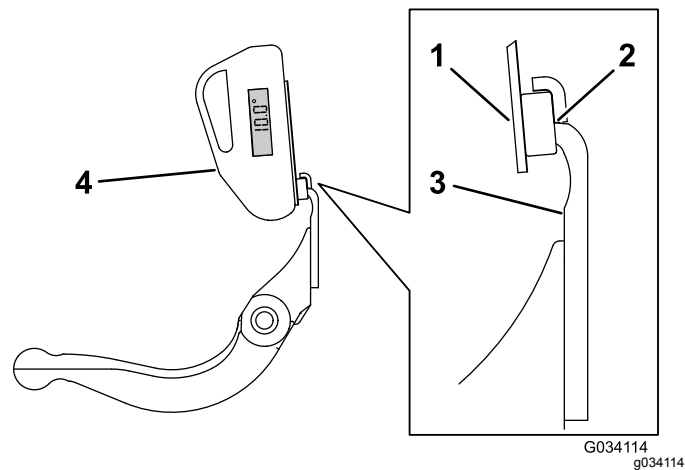

Figure 25
4. Placez l'indicateur d'angle sur le support, comme montré à la Figure 25.
3. Placez le support d'indicateur d'angle sur le bord de la contre-lame de sorte à adapter le bord de l'aimant au bord de la contre-lame (Figure 25).